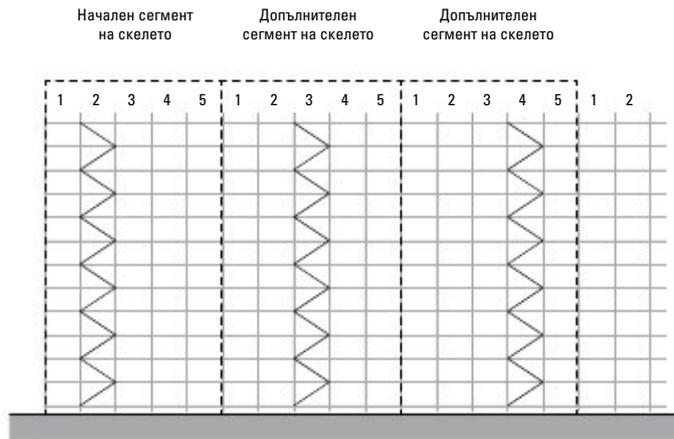

Fig. A5.01
– За укрепване на външната вертикална равнина използвайте вертикални диагонали с кулообразен монтаж. Един диагонал може да се използва за закрепване на максимум пет сегмента. (Fig. A5.01)